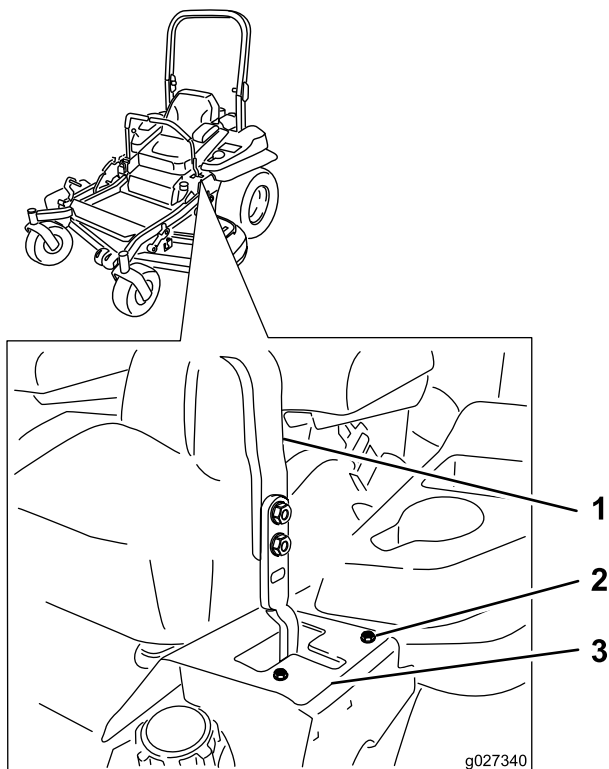

Figure 59
6. Si la machine se déporte à droite, desserrez les boulons et déplacez la plaque de butée gauche en arrière sur la fente en T gauche, jusqu'à ce qu'elle se déplace en ligne droite (Figure 59).
7. Si la machine se déporte à gauche, desserrez les boulons et déplacez la plaque de butée droite en arrière sur la fente en T droite, jusqu'à ce qu'elle se déplace en ligne droite (Figure 59).
8. Serrez les boulons de la plaque (Figure 59).